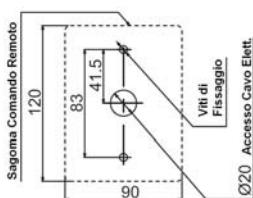

Fig. 1
2. Praticare 3 fori nel muro (Fig.1), uno per il cavo, due per le viti di fissaggio. Applicare i tasselli se necessario.